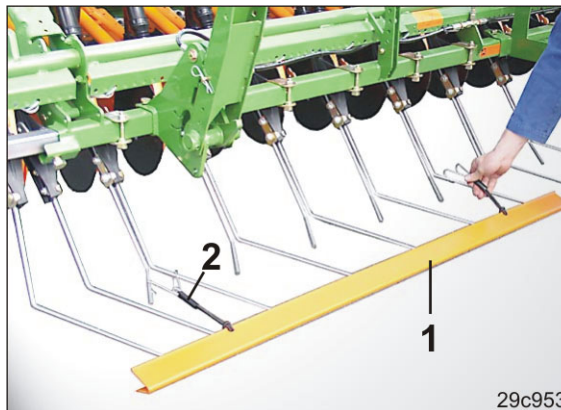

Bild 214
1. Skjut det tvådelade trafiksäkerhetsskyddet (Bild 214/1) över pinnspetsarna på efterharven.
2. Fäst trafiksäkerhetsskyddet med fjäderhållare (Bild 214/2) på efterharven.